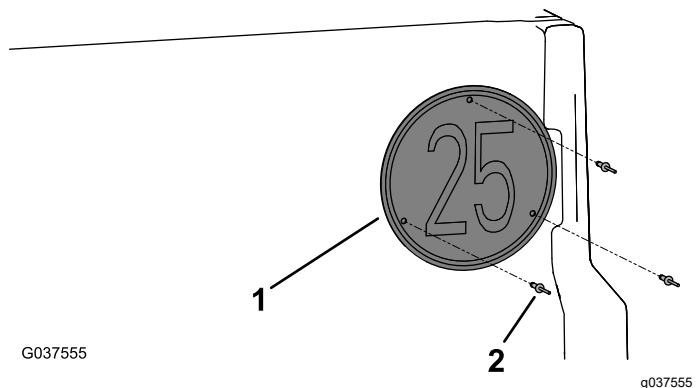

Bild 14
4. Befestigen Sie das Geschwindigkeitsschild an der Heckklappe mit drei Blindnieten (3/16" x 15/16"), wie in **Bild 14** abgebildet.